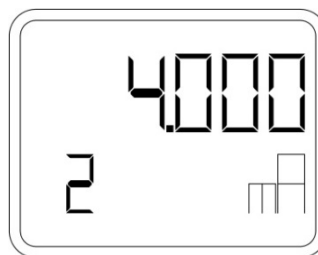

Рисунок 20 – Установка нижнего предела измерения при подаче опорного давления
- При помощи кнопок «↑» и «↓» (или «+» и «-») установить нижнее значение на 4 мА (рисунок 20).